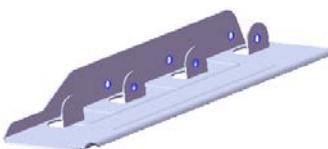

图 13.2.58 切除—拉伸 2
Step14. 创建图 13.2.58 所示的切除—拉伸 2。